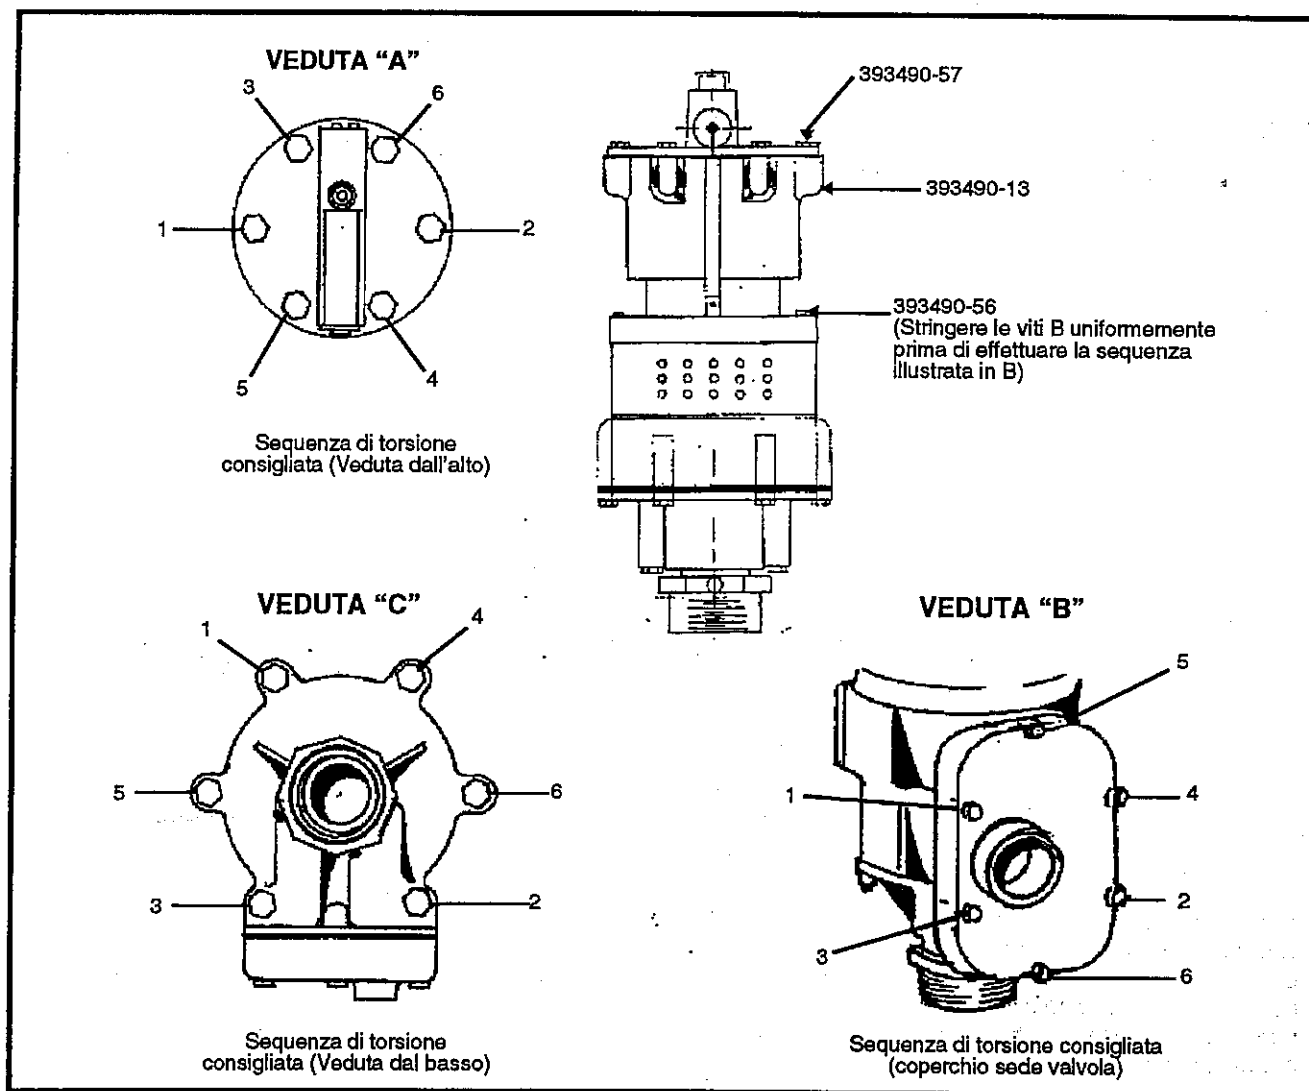

Figura 5: Sequenza di torsione della pompa
5. Rimuovere le sei viti 393490-57 (Figura 5) che fissano la sede della valvola bobinata 393490-1 e la guarnizione 393490-12 alla sede motore pneumatico 393490-13. Rimuovere la sede e la guarnizione.
NOTA: Per garantire la tenuta ermetica della guarnizione (Figura 5, Veduta A), è necessario stringere le viti in modo uniforme e quindi effettuarne la torsione in sequenza al momento del rimontaggio.
NOTA: Per garantire la tenuta ermetica della guarnizione (Figura 5, Veduta B), è necessario stringere le viti in modo uniforme e quindi effettuarne la torsione in sequenza al momento del rimontaggio
NOTA: Per garantire la tenuta ermetica della guarnizione (Figura 5, Veduta C), è necessario stringere le viti in modo uniforme e quindi effettuarne la torsione in sequenza al momento del rimontaggio).
8. Rimuovere le otto viti 393490-56 che fissano la sede motore pneumatico 393490-13 alla sede pompa superiore (Figura 5).
- Riferirsi ai passi 5-7 ed alla figura 5 per la sequenza di torsione consigliata.